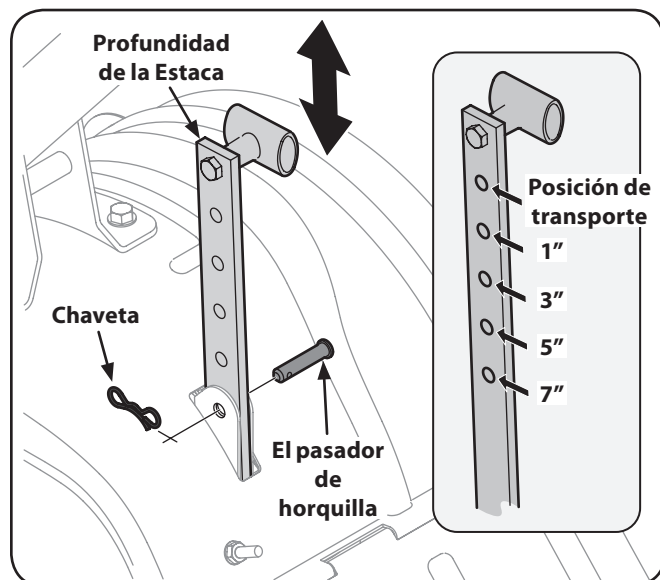

Figura 1-1
1. Cuando se utiliza la caña del timón, por primera vez, utilice el orificio de ajuste segundo de la parte superior (1 "de profundidad de labranza). Véa la Figura 1-1.
6. Para ajustar la profundidad de juego, quitar el pasador de horquilla y la horquilla. Mueva la estaca de profundidad en la posición deseada y asegure con el pasador de horquilla y la horquilla. Véa la Figura 1-1.